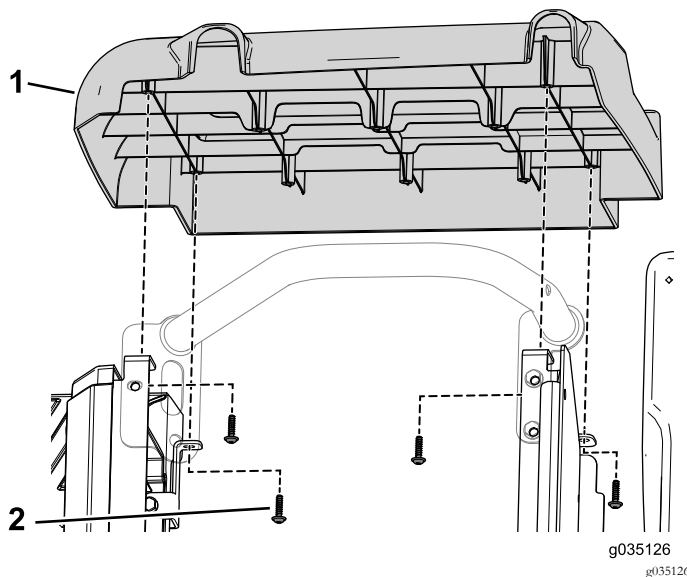

Bild 55
3. Nehmen Sie die vier Blechschrauben ab, mit denen die rechte Abdeckung an der Maschine befestigt ist (Bild 55).